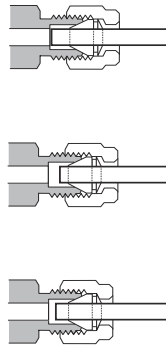

図 14 完成したフィッティング
- 10 図 14 には、正しくねじ込まれた接続と正しくねじ込まれていない接続の両方が示されています。正しくねじ込まれたフィッティングの配管の端は、破損しておらずまたフェラルの動作を妨げないことに注意してください。